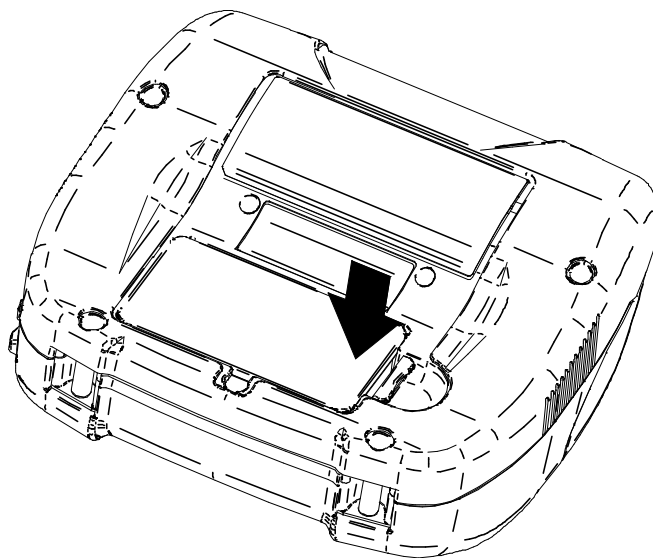

Figura 8-3 Installazione della batteria (3)
- (3) Premere la linguetta della batteria "b" in direzione della freccia nella Figura 8-3 finché non si blocca nella scanalatura della stampante "B".